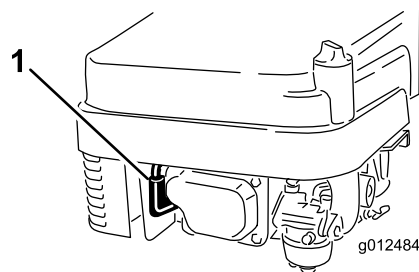

Figura 18
1. Collegate il cappellotto alla candela (Figura 18).